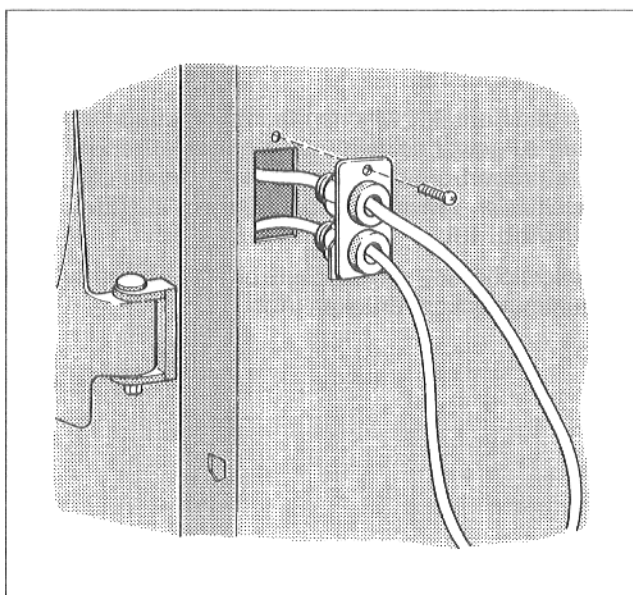

Abb. 16
- Durch Drehen der Kunststoffhülse bzw. der Mutter Brennerkabel feststellen (Abb. 16).
- Verschlussbleche mit bzw. ohne Brennerkabel in linke bzw. rechte Seitenwand einhängen und oben mit Blehschraube anschrauben (Abb. 16).